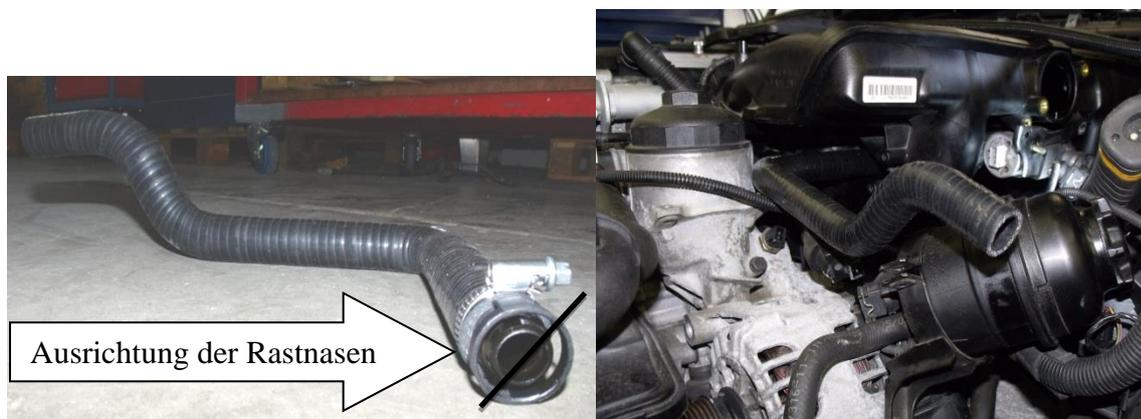

Abbildung 11
23. Kurbelgehäuseentlüftungsschlauch P341-53-20 auf den Stutzen von Schritt 22. mit Quetschselle montieren. Zur Vereinfachung der Montage sollten die Bauteile (Stutzen, Quetschselle und Schlauch) wie in Abbildung 11 ausgerichtet werden: